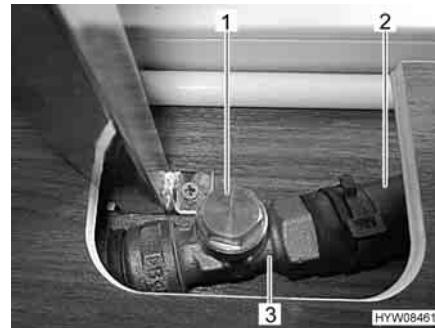

Fig. 127 Valvola aperta
- Afferrare la tubatura di bypass (Fig. 127,2) dietro la valvola (Fig. 127,3). Il tubo flessibile deve essere tiepido.
- Se il tubo flessibile non è tiepido, controllare la regolazione della valvola. Se la valvola è chiusa, ruotare il coperchio della valvola (Fig. 127,1) in senso antiorario.